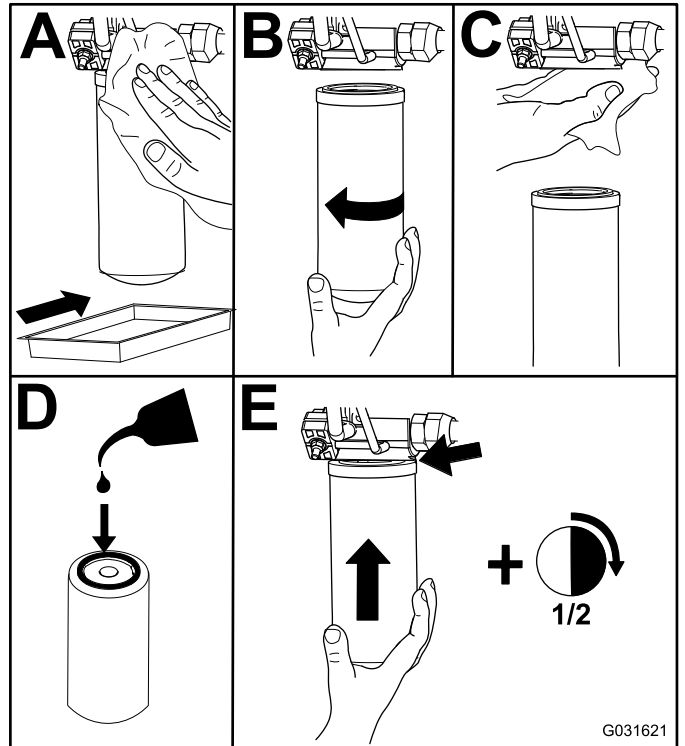

Figura 97
2. Sustituya el filtro hidráulico de carga en el compartimento de elevación hidráulico, tal y como se muestra en la Figura 97.
4. Sustituya el filtro de retorno a la derecha de la máquina (Figura 97).